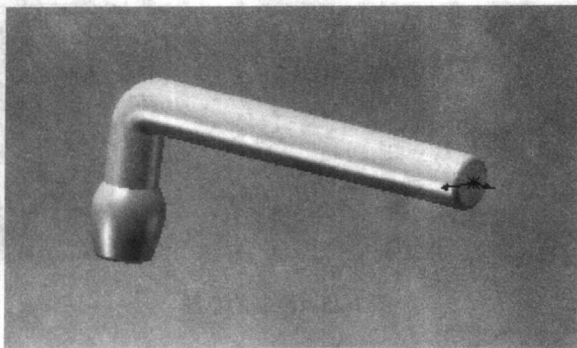

图 1-28 圆角效果
(8) 在“圆角”属性管理器中单击“确定”按钮 ()，生成圆角效果，如图 1-28 所示。至此，该装配体即制作完成。